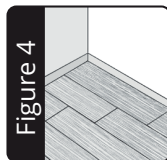

Figure 4
4. Achten Sie bei der Verlegung von SLY darauf, dass die Verbindungsstellen der kurzen Seiten versetzt sind. Wir empfehlen eine treppenförmige Zufallsverlegungsmethode (Abbildung 4). Halten Sie für das letzte Paneel eine Mindestlänge von 20 cm für die gesamte Verlegung ein.
- 4.** When installing SLY, stagger the rows so that the short edge seams are not in a straight uniform line. We recommend the staggered random method (Figure 4). Maintain a minimum 20 cm or more, end-joint stagger from row-to-row throughout the entire installation.